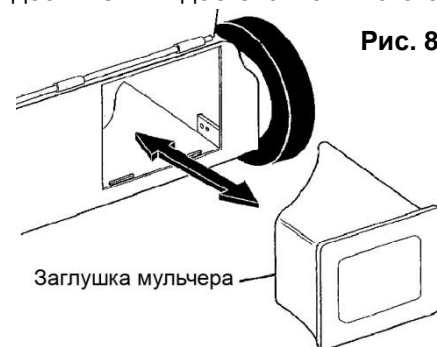

Рис. 8
- Установить мульчирующую заглушку (См. Рис.8).